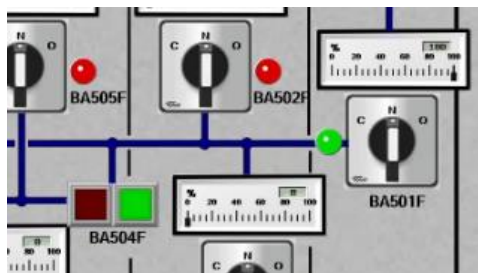

Figura 77- BA502F correctament oberta
1. Aquesta fase és idèntica a la descrita en el procés de llast però inversa. En primer lloc obrirem la vàlvula del tanc que és la BA502F. L'obrirem al 100% i comprovarem que el LED s'il·lumini de color verd. (Figura 77)